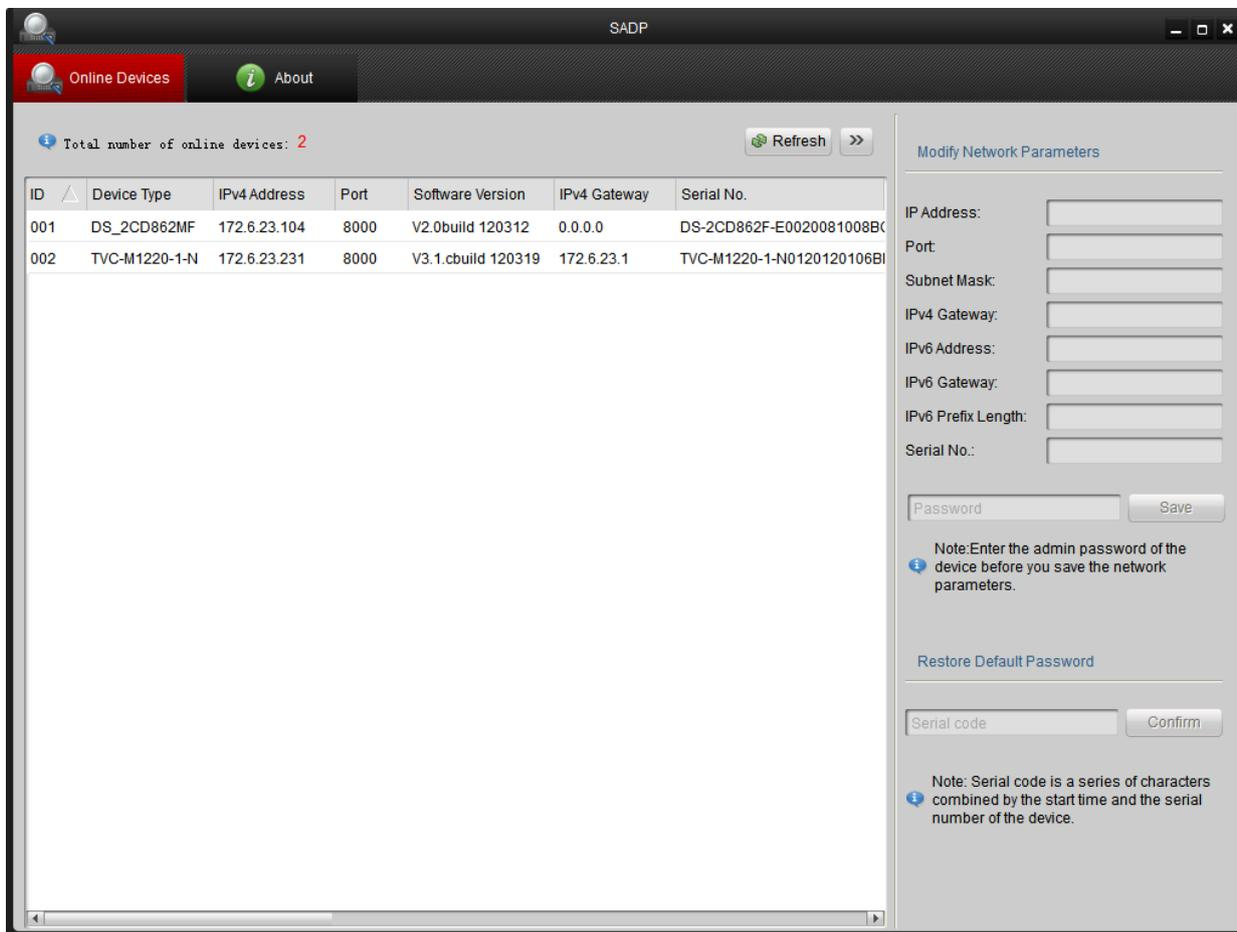

Figura 2-2 Búsqueda de dispositivos en línea
- ◆ Utilice SADP, una herramienta de software que puede detectar automáticamente las cámaras en red en la LAN y mostrar la información de dispositivos incluyendo la dirección IP, máscara de subred, número de puerto, número de serie del dispositivo, versión de dispositivo, etc., mostrado en la Figura 2-2.